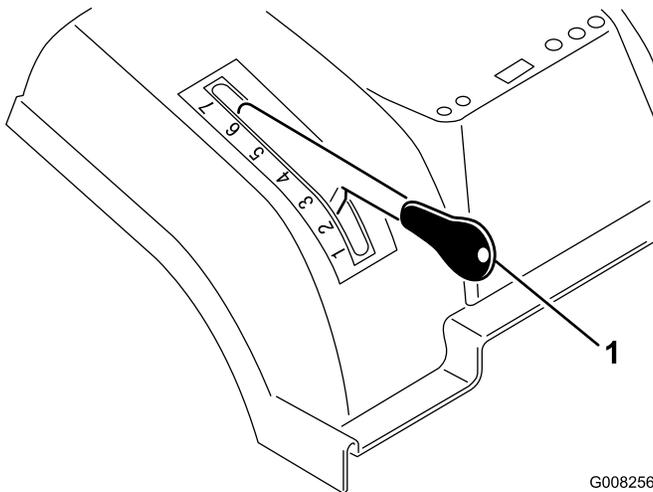

Figura 7
**Importante:** Quando trasportate la macchina lontano dal tappeto erboso dovete regolare la leva dell'altezza di taglio nella posizione più alta (7), per non danneggiare le lame.
1. Premete e mantenete il pulsante della leva dell'altezza di taglio (Figura 7).